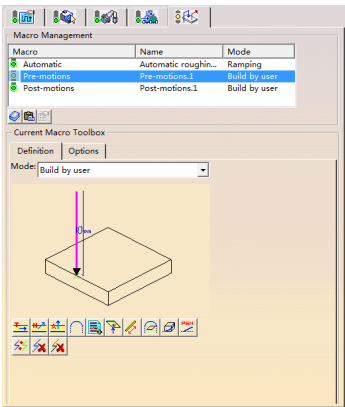

图 3-223 设置“Pre-motions”（3）
- 在“Macro Management”区域的列表框中设置选择“Pre-motions”（3），单击 Add axial motion 按钮 ，如图 3-223 所示。